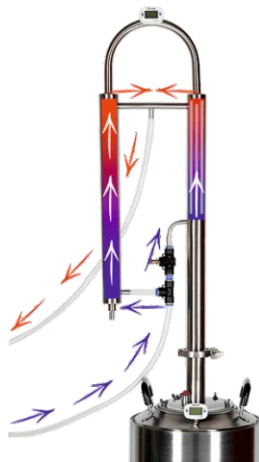

Рис. 2
2. **Режим укрепления (Рис. 2).** В этом режиме активно используется трехтрубчатый дефлегматор. Работа аппарата происходит следующим образом: после закипания продукта в кубе, необходимо включить максимальный поток воды в дефлегматор. При этом все пары полностью конденсируются в трубках дефлегматора и стекают вниз, встречая на пути восходящие пары и снова испаряясь (работа колонны на себя). Пары начинают распределяться по фракциям вдоль трубок. Наверху оказываются самые легкие, а тяжелые фракции будут сливаться обратно в куб.